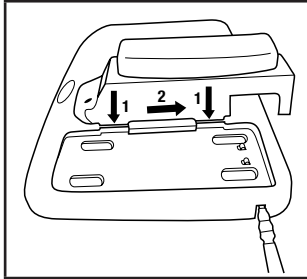

Fig. 1b
- Chargeur pour quatre piles TR-944N 3M^{MC} : Insérer le support de charge TR-640 3M^{MC} dans l'un des ports du chargeur TR-944N et le faire glisser pour le verrouiller en place (Fig. 1b).